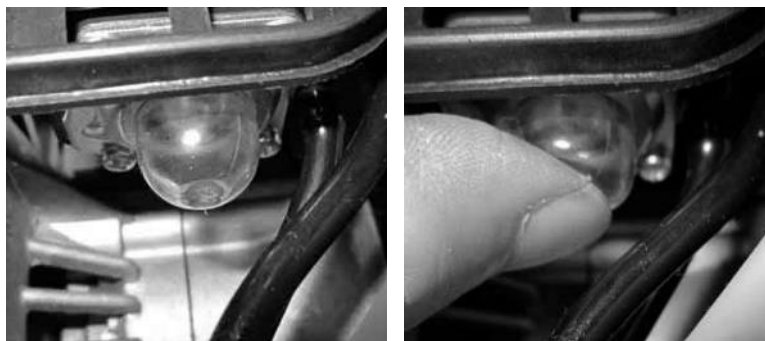

Fig.12
- Pressez plusieurs fois la poire d'amorçage jusqu'à ce que le carburant afflue dans la poire. (fig.12)